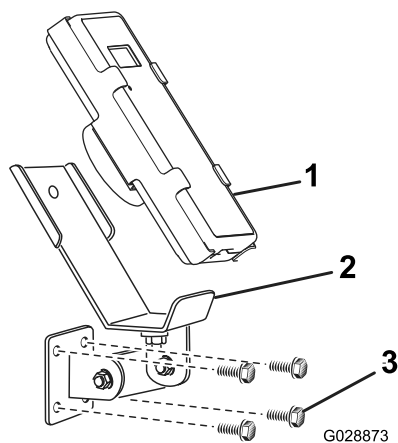
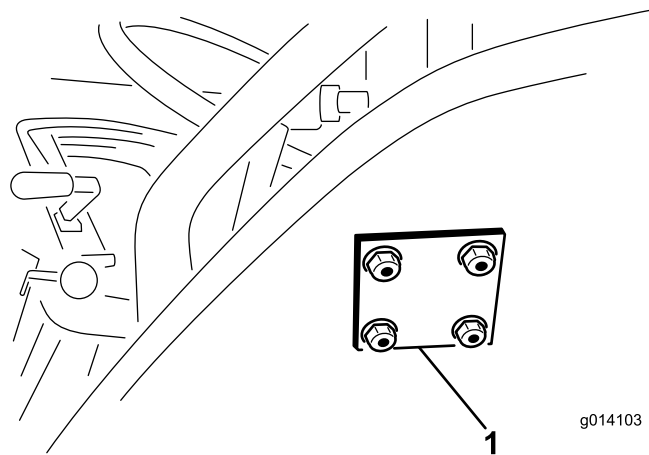

Figura 14
Figura 15
- Ligue o suporte de montagem e placa posterior com 4 parafusos de cabeça flangeada (5/16 x 1½ pol.) e porcas de bloqueio flangeadas (Figura 14 e Figura 15).